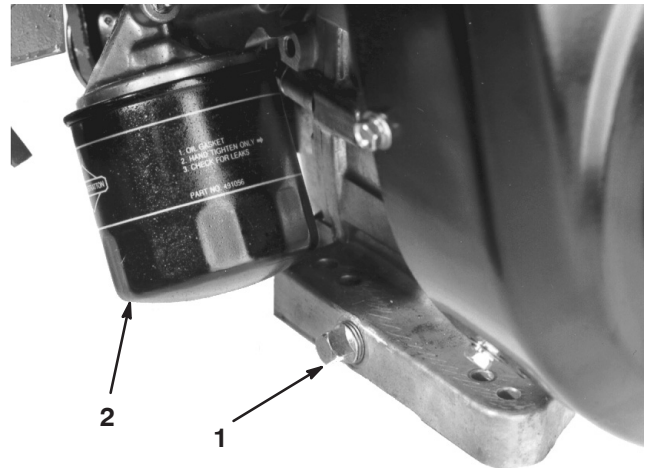

Bild 42
1. Entfernen Sie die Ablassschraube (Bild 42) und lassen das Öl in ein Auffanggefäß ab. Schrauben Sie die Ablassschraube wieder ein, nachdem das Öl abgelaufen ist.
2. Entfernen Sie den Motorölfilter (Bild 42). Ölen Sie die neue Dichtung am Ölfilter leicht mit frischem Öl ein.